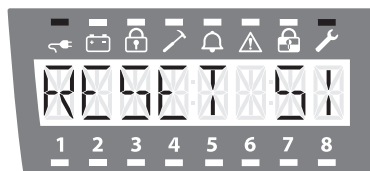

fig. 30
- Procedura Ripristino Programmazioni di Default - Abilitata (fig. 30).